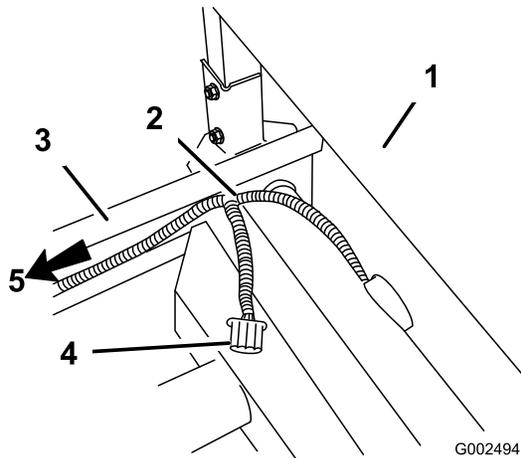

Bild 9
und über den Rahmen. Stellen Sie sicher, dass die Netzstrombuchse des Sprühsystems von der Fahrzeugunterseite herausragt (Bild 9).
12. Verlegen Sie den Kabelbaum mit dem vorhandenen Kabel entlang des linken Rahmens wieder zum Geschwindigkeitssensor zurück (Bild 9).
15. Verlegen Sie den Kabelbaum entlang des linken Rahmens wieder zum Geschwindigkeitssensor zurück (Bild 9).